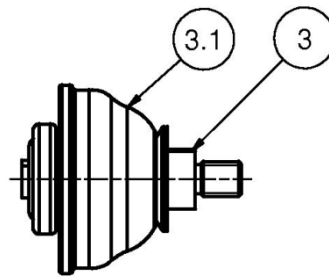

Bild 11 – Ventilkegel (3) mit umgestülpter Membrane (3.1)
- Membrane (3.1) umstülpen (siehe Bild 11).